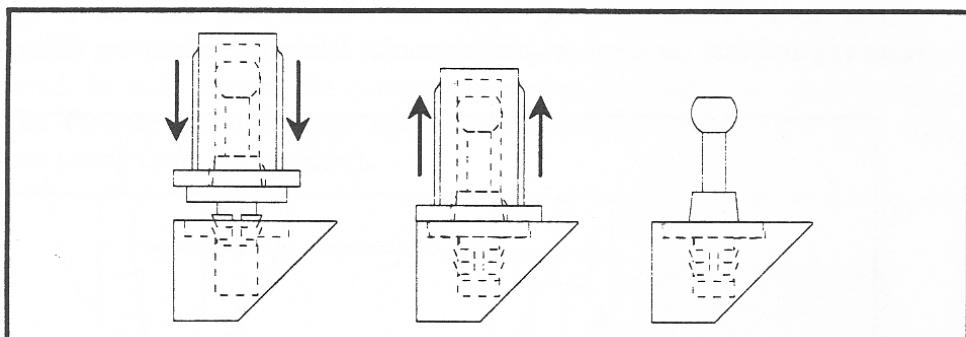

図 3.5 グリルピンをグリルのフレームに取り付ける。ピンのフランジがグリルの表面と同平面になっているかを確かめてください。
5、ピンの取り付け口に、グリルピンの見えている先をあて、ピンとフレームの間にグリルクロスなどが挟まらないかどうか確かめてから、小さなハンマーなどを使って新しいグリルピンを設置場所に穩やかにたたきながらはめ込みます。次にグリルピン取り付け器具を引き抜き、ピンのフランジがグリルの表面と同一平面になっているか確かめてください。(図 3.5 参照)